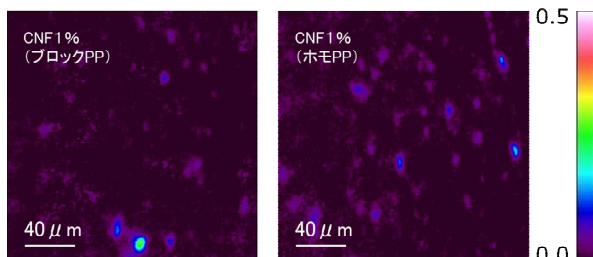
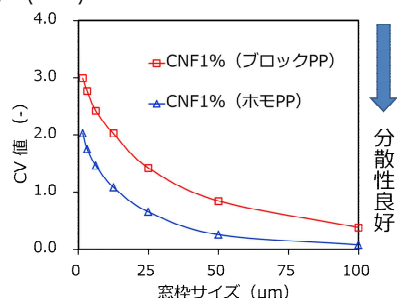

図 1 赤外分光イメージング画像の例
図 2 CNF 分散性の数値的比較
赤外分光イメージング測定は、顕微赤外分光分析装置 (写真) を用いて行います。当研究所では、 $30\mu\text{m} \times 30\mu\text{m}$ の 16 個の検出素子からなるリニアアレイ検出器を適用し、ゲルマニウム結晶を用いた ATR イメージングにより、最小で $1.56\mu\text{m}$ のピクセルサイズでのイメージング測定が可能です。図 1 は、形態の異なるポリプロピレン (PP) をマトリクス樹脂とする CNF 複合材料の試料断面について、赤外分光イメージング測定を行い、セルロースの分布を画像として表したものです。本画像は、測定領域 $200\mu\text{m} \times 200\mu\text{m}$ 、画像分解能 $1.56\mu\text{m}/\text{pixel}$ で測定したもので、16,384 点の赤外吸収スペクトルから構成されています。測定した各スペクトルに対し「セルロースのピーク面積 / PP のピーク面積」を算出しており、数値の大小が位置情報とともに色分けされています。本画像はさらに、数値として取り出し統計処理を行い、グラフ化して CNF 分散性を試料間で比較することも可能です※ (図 2)。このように、赤外分光イメージングは、赤外分光分析を利用し試料の化学情報を 2 次元画像や数値として表すことができるので、複合材料の開発における物性評価の検証等に役立ちます。※K. Okada et al., *Kobunshi Ronbunshu*, 75, 2 (2018)